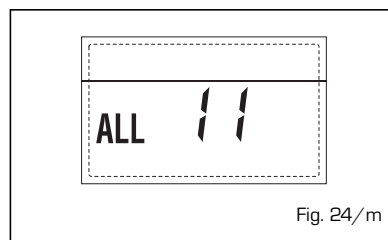

Fig. 24/m
- **ANOMALIA CONFIGURAZIONE "ALL 12"** (fig. 24/n)